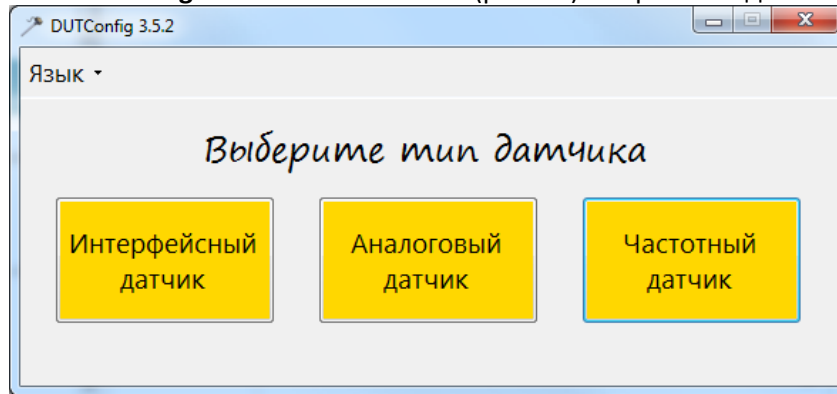

Рисунок 19 – Выбор датчика
6. Запустить ПО **DUTConfig**. В появившемся окне (рис. 19) выбрать тип датчика: Частотный.